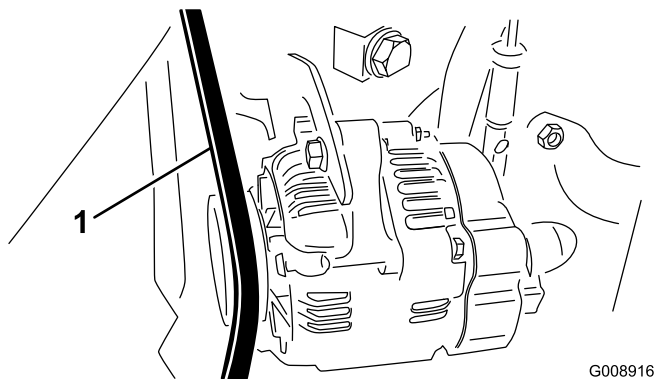

図 66
2. ベルトのスパンの中央（オルタネータとクランクシャフト プーリの間）を30N・m（10 kg）の力で押して点検する（図 66）。